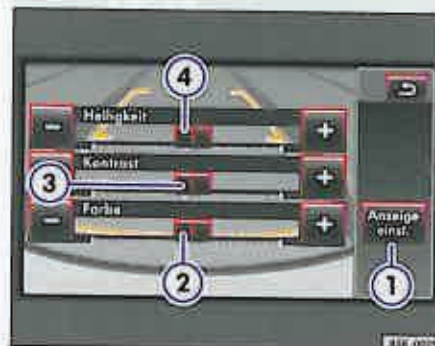

Fig. 15 Setările ecranului: Tasta funcțională ①, culoarea ②, contrastul ③ și luminozitatea ④.
– Apăsați tasta funcțională ⇒ fig. 15 ① pentru a modifica setările afișajului de pe ecran: culoarea, contrastul sau luminozitatea. Pentru fiecare posibilitate de reglare aveți la dispoziție un cursor ②, ③ și ④.
– Cursorul ②, ③ și ④ dispare automat cca. 15 secunde după ultima setare. Apăsați tasta funcțională $\left[\right]$, pentru a părăsi reprezentarea imediat. ◀